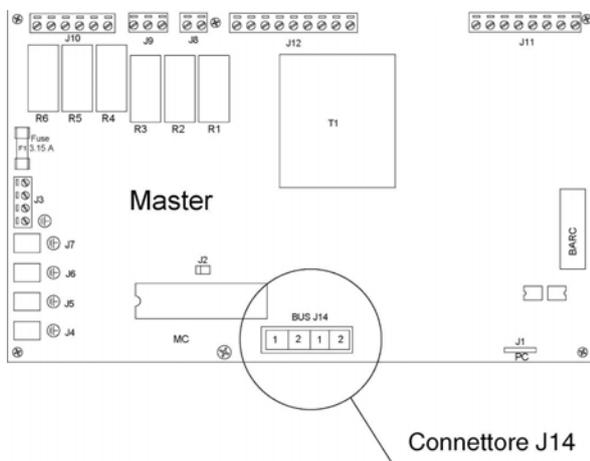

Figura 19
- Disconnettere il connettore J14 a 4 poli dalla scheda Master (vedi Figura 19);